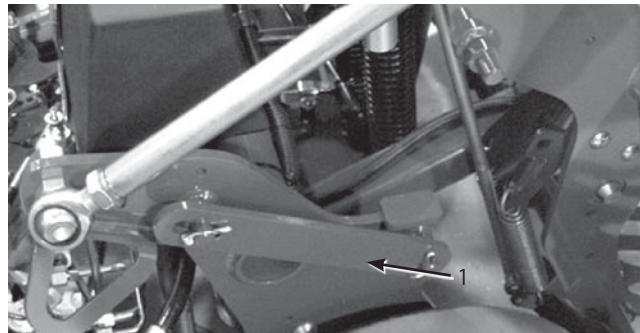

図21
- ラッチを止めているクリップ・リングを外す（図21）。
- ラッチを後ろ向きに回転させて、コアリング・ヘッドのピンにはめ込む（図21）。クリップ・リングで固定する。